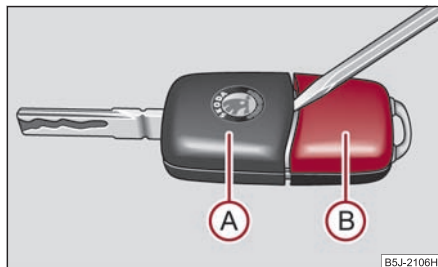

Fig. 33 Séparer la clé de la télécommande radio
Chaque clé à radiocommande possède une pile placée dans le couvercle (B) du boîtier de l'émetteur ⇒ fig. 33. Nous vous recommandons de faire remplacer les piles des clés par un spécialiste. Procédez comme suit si vous désirez néanmoins remplacer vous-même une pile usée:
- Prenez un tournevis et débloquez prudemment la partie (A) de la clé ⇒ fig. 33 du boîtier (B) de l'émetteur.